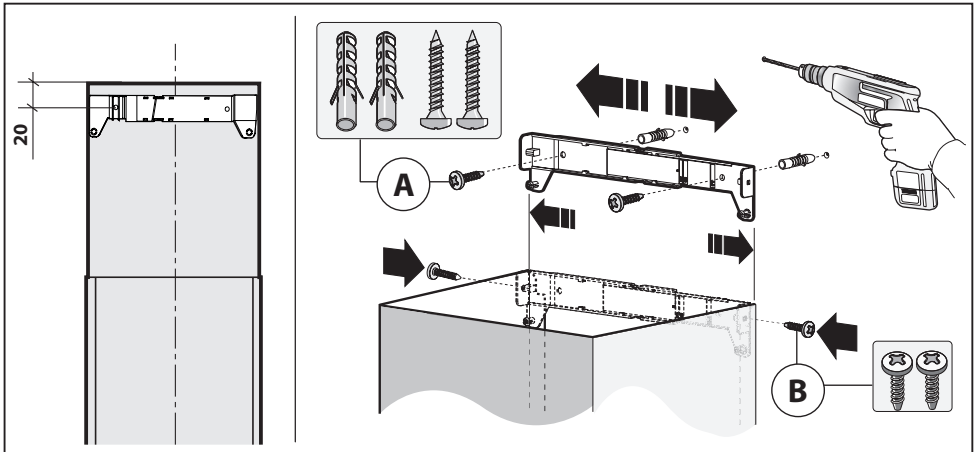

Fig.4
- Die Breite des Haltebügels des oberen Schachts einstellen (Abb.4).
- Dann anhand der Schrauben **A** (Abb.4) so an der Decke befestigen, daß er mit der Abzugshaube ausgerichtet ist und die in Abb.2 angegebene Entfernung von der Decke einhalten.